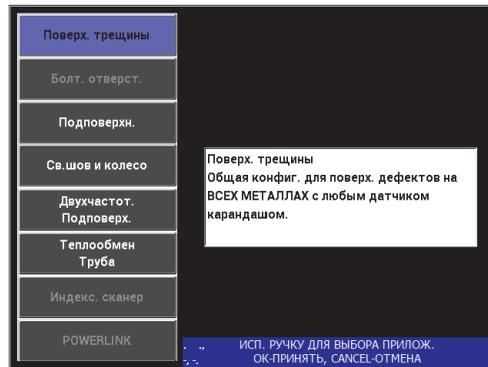

Рис. 5-73 Выявление поверхностных трещин
2. Нажмите клавишу меню ADV SETUP (), затем выберите **ВЫБР ПРИЛ.** (клавиша A), чтобы открыть меню выбора приложений. С помощью ручки регулятора выберите **Поверх. трещины** и нажмите  для подтверждения (см. Рис. 5-73 на стр. 192).